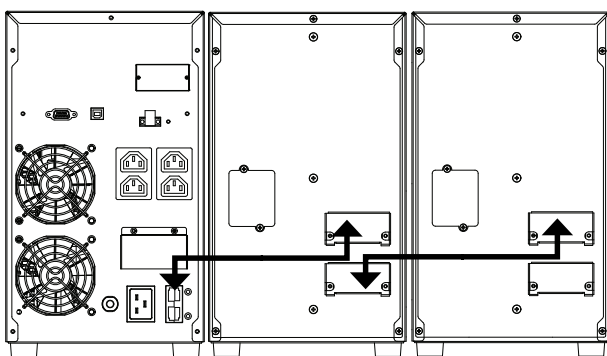

Fig. 8. Ligação com módulos de baterias.
- A ligação do módulo de baterias ao UPS é realizada através de um tubo equipado com conectores polarizados em ambas as extremidades e fornecido com o primeiro. Insira o conector de uma extremidade do tubo no respetivo conector do SPS ADVANCE T e o conector da outra extremidade no conector do módulo de baterias (ver Fig. 8). Do mesmo modo, pode encadear módulos de baterias em paralelo, visto que cada um dispõe de dois conectores. Todos os conectores devem ser fixados na sua unidade com os parafusos que prendiam a tampa de proteção de cada conector no UPS ou no módulo de baterias.
- A Fig. 8 mostra, a título exemplificativo, a ligação de um equipamento de 3 kVA, com dois módulos de baterias. Para um número superior, opere de modo similar ao da ilustração.